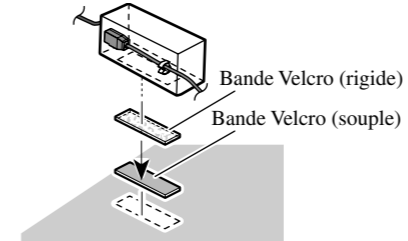

Fig. 8
- Pour installer la boîte de raccordement de câble à fibres optiques au moyen de la bande Velcro. (Fig. 8)